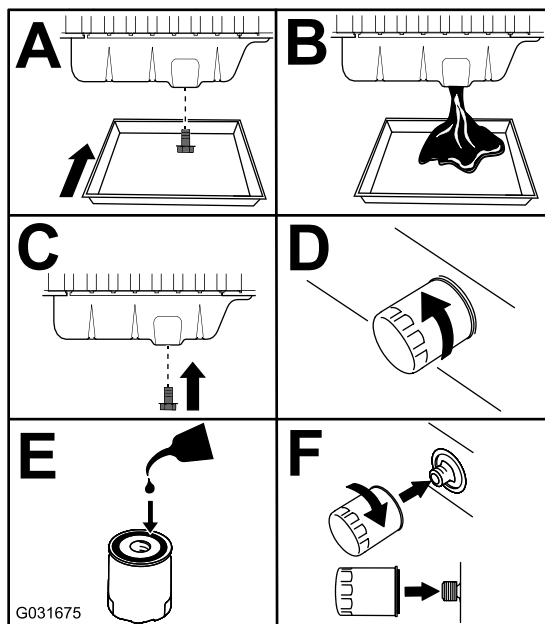

Figura 90
3. Sostituite l'olio motore e il filtro (Figura 90).